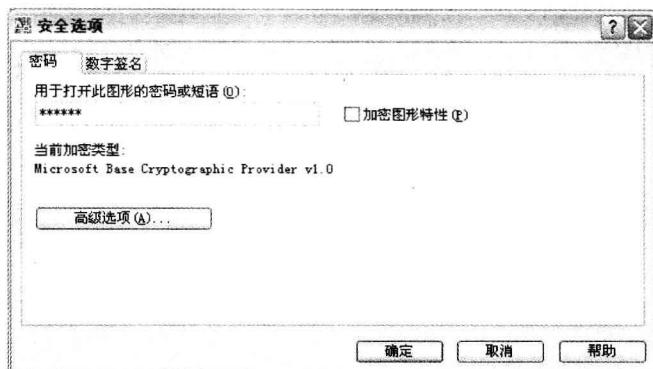

图 1-13 “安全选项”对话框
(3) 在“文件安全措施”选项区域中,单击“安全选项”按钮,调出“安全选项”对话框。在该对话框的“用于打开此图形的密码或短语”文本框中,输入文件所需的密码,单击“确定”按钮,如图 1-13 所示。在“选项”对话框中单击“应用”按钮,完成文件的加密设置。